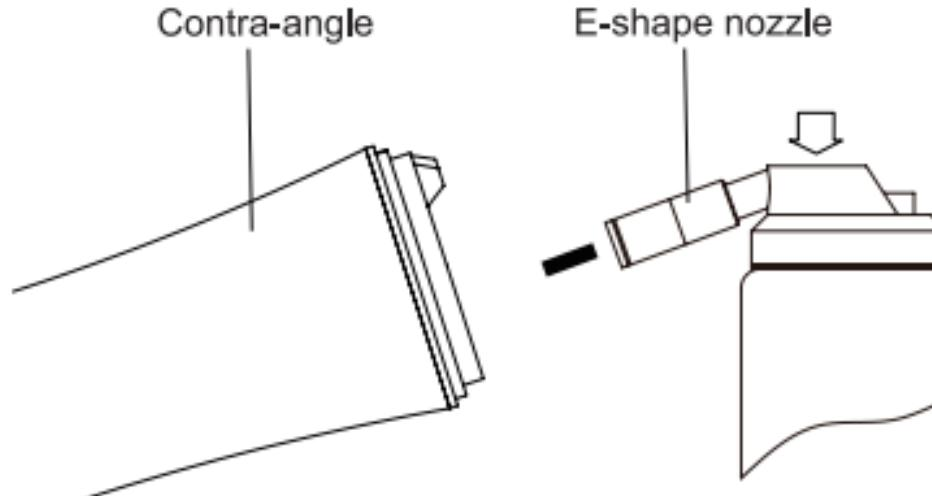

Fig. 6
3.2.3 Inserte la boquilla en la cola del contra-ángulo. Coloque un pañuelo de papel en el cabezal y sujetela pieza de mano para pulverizar aceite sobre él durante 2-3 segundos. Compruebe si el pañuelo está limpio. Si está limpio, el contra-ángulo puede esterilizarse en autoclave. En caso contrario, vuelva a pulverizar hasta que el tejido esté limpio. (Fig. 6).